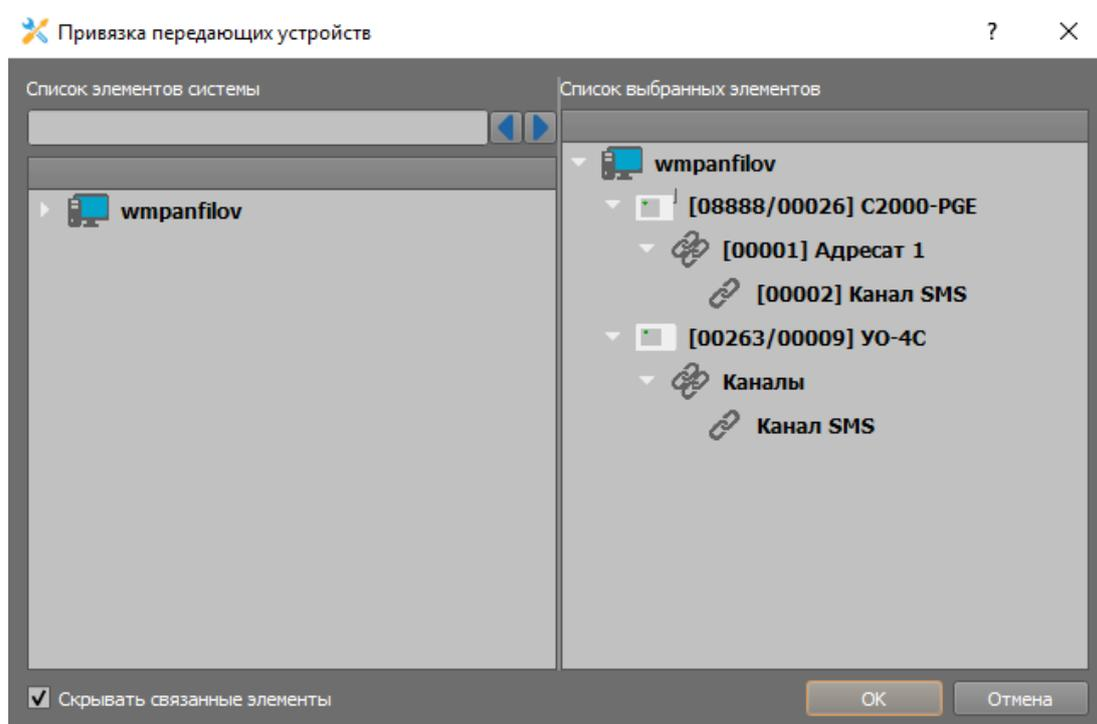

Рисунок 4.44. Мастер привязки каналов связи к GSM модему
4. В поле «Номер телефона» укажите номер телефона SIM-карты, установленной в GSM-модем (код страны – через «8» или «+7»). В поле «Время ожидания составных SMS (час)» поставьте рекомендуемое значение: 1 час (Рисунок 4.44).